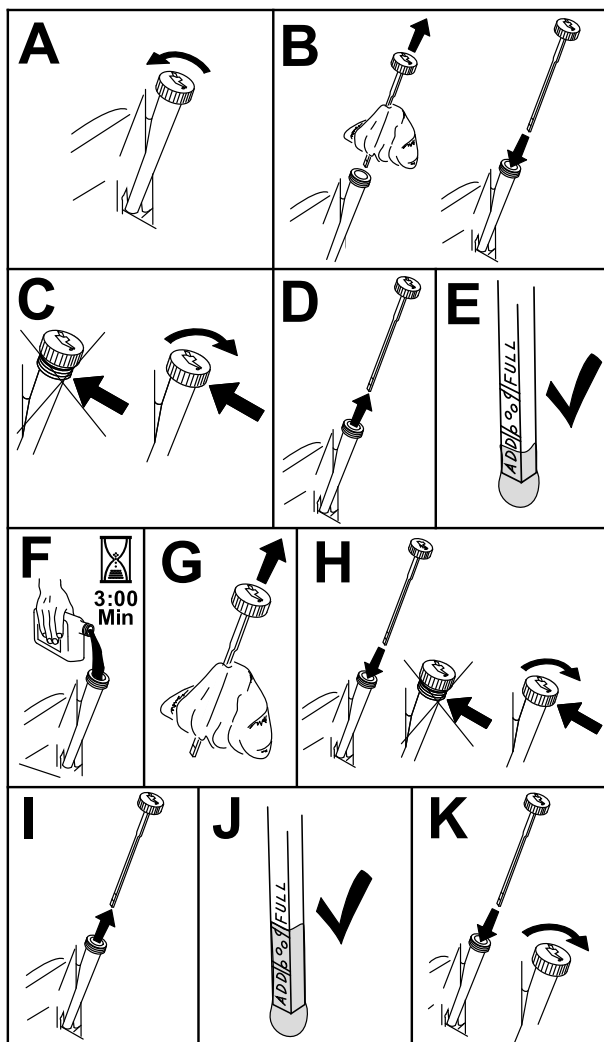

Figura 36
3. Para que no entre suciedad, recortes de hierba, etc., en el motor, limpie la zona alrededor del tapón de llenado/varilla de aceite antes de retirarlo (Figura 36).